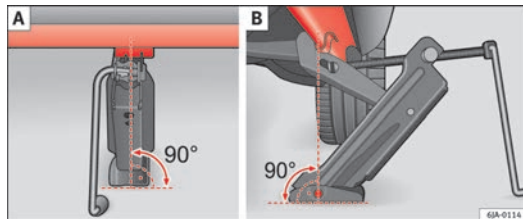

Abb. 140 Wagenheber anbringen
- Richten Sie den Wagenheber so aus, dass seine Klaue den Steg des Unterholms \Rightarrow Abb. 140 - B unter der Einprägung des Unterholms umfasst.
- Achten Sie darauf, dass die Grundplatte des Wagenhebers plan auf dem Boden aufliegt und vertikal \Rightarrow Abb. 140 zu dem Punkt ausgerichtet ist, an dem die Klaue den Steg des Unterholms umfasst.